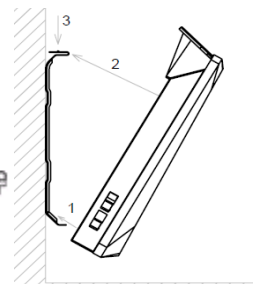

Рис. 4
- Наденьте на кронштейн нижнюю часть конвектора 1, (рис. 4).
•Наденьте верхнюю часть конвектора 2, (рис. 4) на кронштейн, зафиксировав его при помощи защелок на кронштейне 3, (рис. 4).